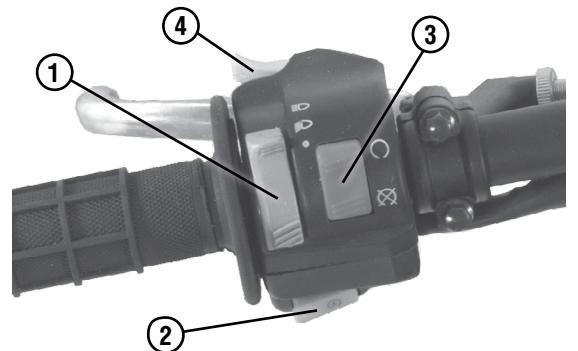
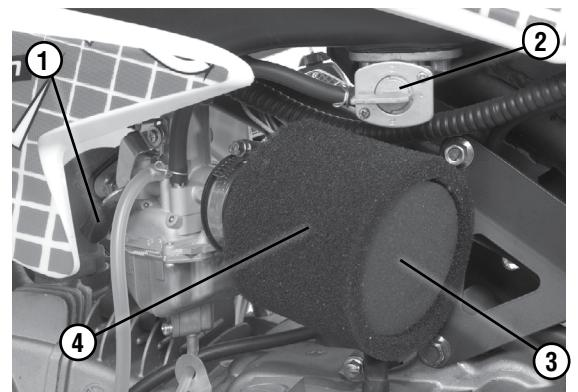

Рис. 5 Блок переключателей на руле левый
Рис. 6 Топливный кран, карбюратор и воздухофильтр
**Переключатель света фары (только Enduro и Motard) (рис. 5, поз. 1)** имеет три фиксированных положения:
**Кнопка электростартера (только Enduro и Motard) (рис. 5, поз. 2)** служит для запуска двигателя.
**Стоп-двигатель (рис.5 поз.3)** имеет два фиксированных положения:
**Клавиша светового сигнала (рис. 5, поз. 4).** В случае необходимости подачи кратковременного светового сигнала дальним светом фары нажмите на клавишу.
**Рычажок топливного корректора (пускового обогатителя) (рис. 6, поз. 1).** Для запуска холодного двигателя поверните рычажок топливного корректора вперед (по ходу мотоцикла). Запустите и прогрейте двигатель до тех пор, пока он не будет устойчиво работать на холостых оборотах и быстро, без «провалов» набирать обороты при повороте рукоятки управления дросселем. В процессе прогрева переведите рычажок топливного корректора в исходное положение.
**Топливный кран** (рис. 6, поз. 2) имеет три положения:
**Запуск посредством электростартера** (только Enduro и Motard). Включите нейтральную передачу. Убедитесь, что переключатель «стоп двигатель» (рис. 5, поз. 3) находится в положении . Перед запуском холодного двигателя поверните рычажок топливного корректора (рис. 6, поз. 1) вперед, затем вставьте ключ в замок зажигания, поверните его по часовой стрелке в положение  и нажмите на кнопку пуска двигателя (электростартера) .
**Запуск посредством кик-стартера** (Cross) Нажмите на нижний сектор клавиши «стоп-двигатель», переведя ее в положение  , соответствующее включенной цепи зажигания. Включите нейтральную передачу. Перед запуском холодного двигателя поверните рычажок топливного корректора (рис. 6, поз. 1) вперед. Откиньте педаль кик-стартера и энергично нажмите на нее правой ногой, после чего дайте возможность педали вернуться в исходное положение. Прогрейте двигатель до тех пор, пока он не будет устойчиво работать на холостых оборотах и быстро, без «провалов» набирать обороты при повороте рукоятки управления дросселем. В процессе прогрева переведите рычажок топливного корректора в заднее положение. Для выключения двигателя нажмите на верхний сектор клавиши «стоп-двигатель» переведя ее в положение .